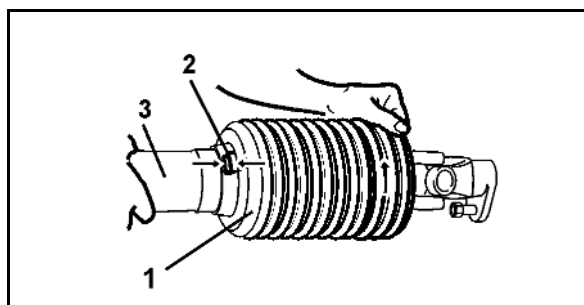

Fig. 58
6. Soltar la boquilla de engrase (Fig. 58/1) e introducir el árbol de transmisión (Fig. 58/2).
7. Fijar la brida de conexión (Fig. 58/3) con el tornillo cizallable (Fig. 58/4).
8. Enroscar la boquilla de engrase (Fig. 58/1).